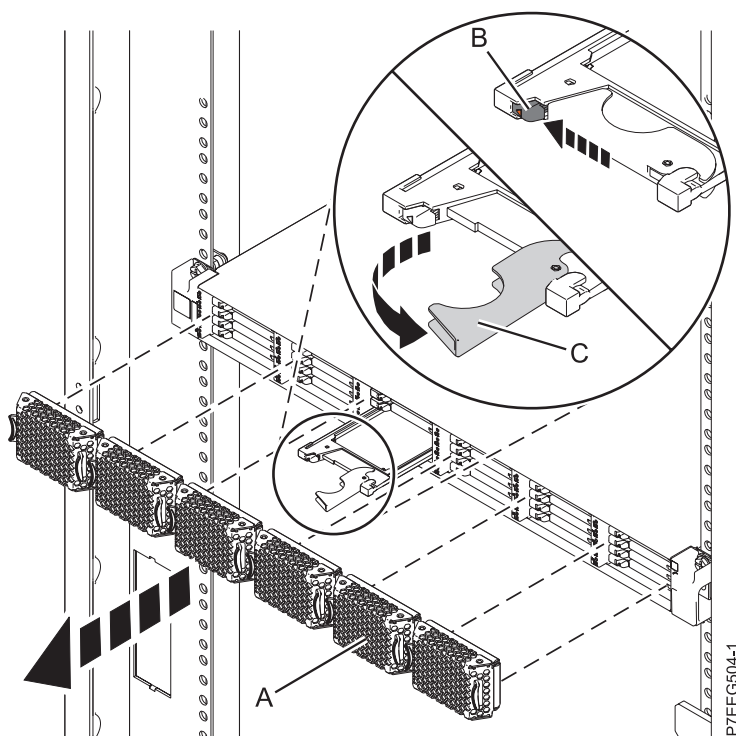

Figura 25. Extracció de la unitat d'estat sòlid des de Allotjament d'emmagatzematge EDR1 PCIe
1. Aixegueu la tapa bisellada (A) que cobreix la ranura que conté la unitat d'estat sòlid.
2. Desplaceu el pestell d'alliberació (B) amb compte per tal de desbloquejar la nansa de la unitat. Consulteu Figura 25.